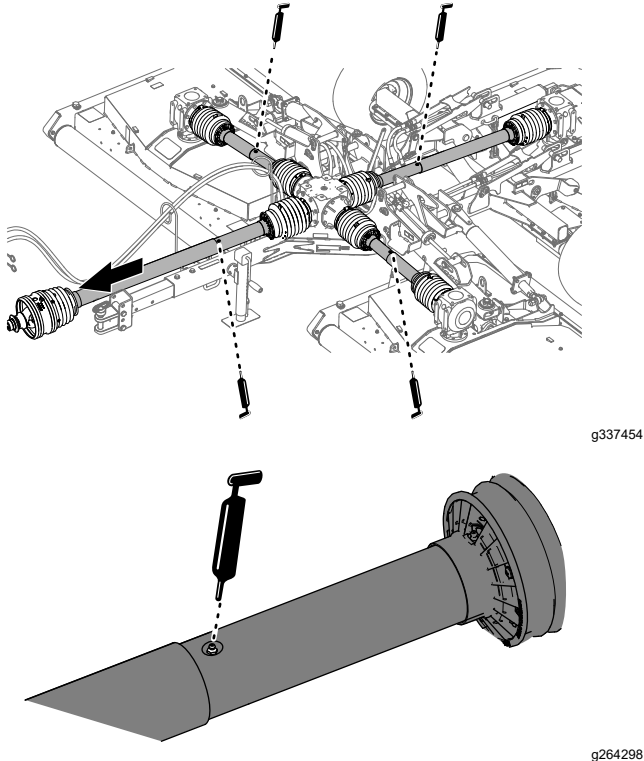

Figura 49
1. Extienda parcialmente el árbol de la TDF para tener acceso al engrasador situado cerca del centro del protector interior del árbol de transmisión (Figura 49).
2. Aplique grasa a los 4 engrasadores de las articulaciones telescópicas de los árboles de transmisión, como se muestra en la Figura 49.